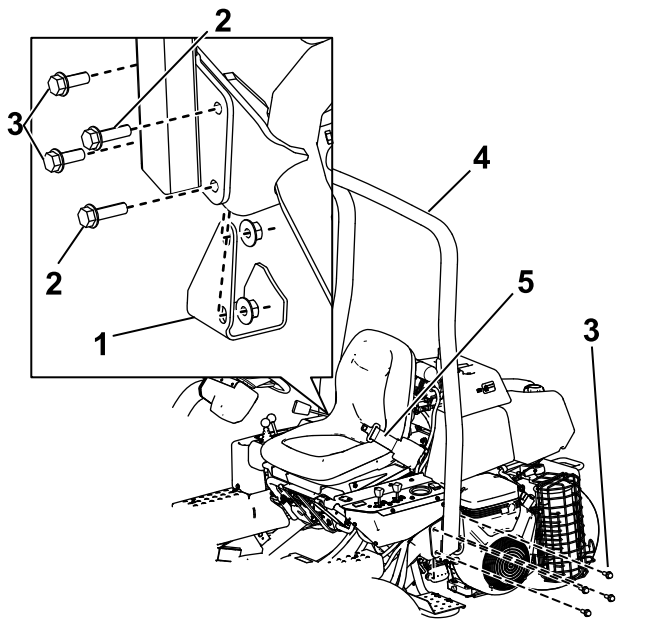

图 4
2. 将翻车保护杆 图 4 放低到安装支架上与安装孔对齐。
- 用 4 个螺栓  $\frac{1}{2} \times 1\frac{1}{2}$  英寸和锁紧螺母将翻车保护杆的左侧固定到安装支架上 图 4。
- 用 2 个螺栓  $\frac{1}{2} \times 1\frac{1}{2}$  英寸、2 个螺栓  $\frac{1}{2} \times 1\frac{3}{4}$  英寸和锁紧螺母将翻车保护杆的右侧和先前卸下的千斤顶垫固定到安装支架上如 图 4 所示。